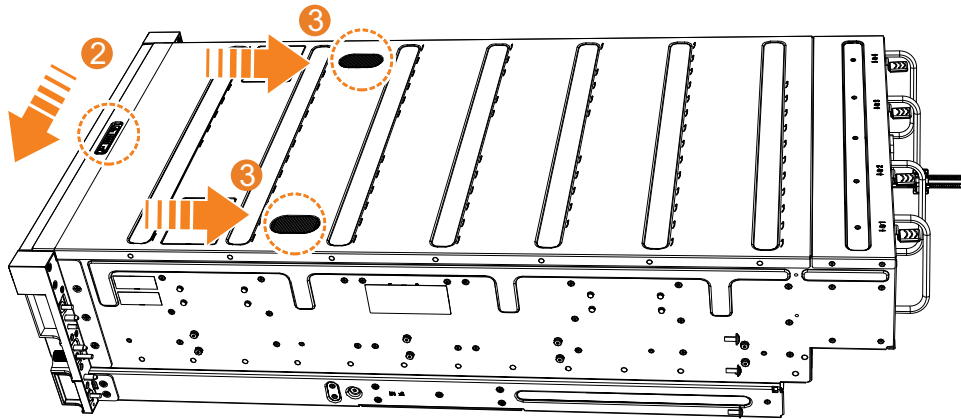

Abbildung 69. Obere Abdeckung von 2145-92F einbauen
2. Drücken Sie den Lösehebel der Abdeckung zur Seite ( **2** ) (siehe Abb. 69 auf Seite 80).
3. Schieben Sie die Abdeckung bis zum Anschlag zur Rückseite des Gehäuses ( **3** ) zurück (siehe Abb. 69 auf Seite 80).